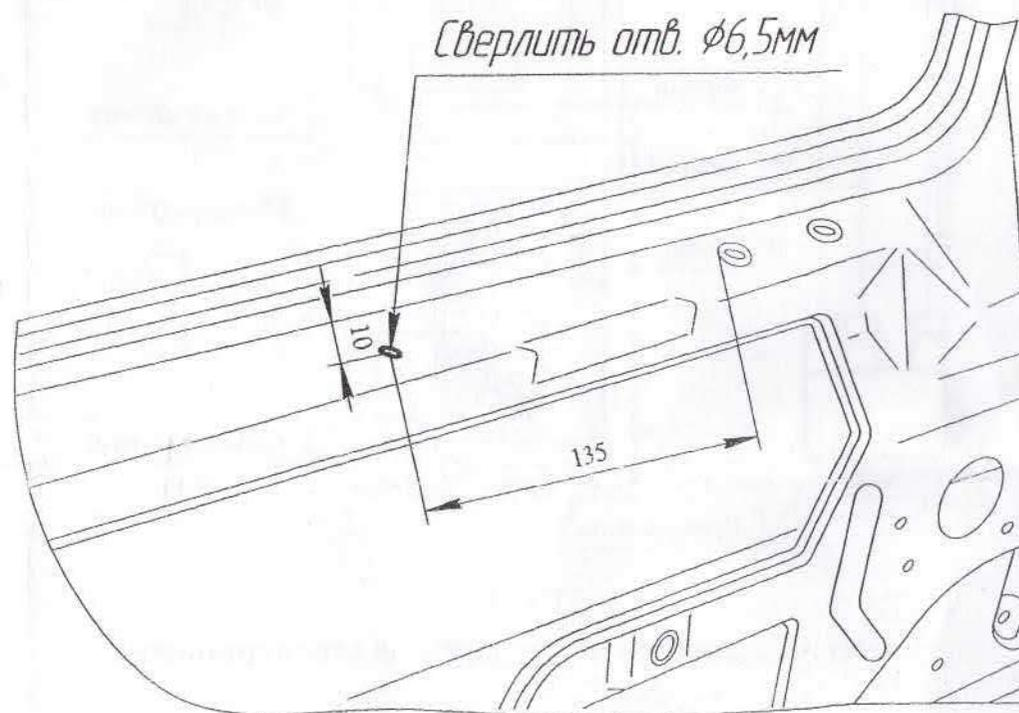

Рис.4
6.5.2 Разметить и просверлить отверстие  $\varnothing 6,5$  мм (см. рис.4), защитить металл в зоне отверстия нитроэмалью.